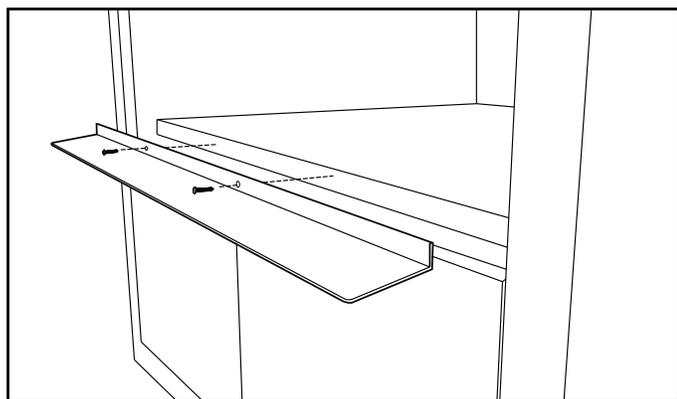

Figure 12A : installation de l'évent déflecteur pour le tiroir à micro-ondes de 30 po (76 cm) (pendant l'installation).
2. Placer l'évent déflecteur et tracer les trous comme montré dans les figures 12A et 12B. Percer préalablement les trous à l'aide d'une mèche de 1/16 po (1,6 mm).